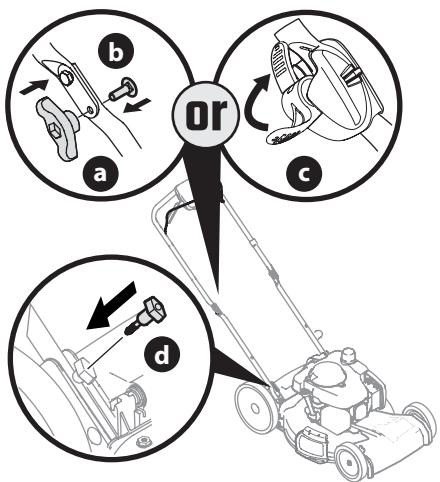

Figura 8
- Vuelva a ajustar las perillas o las tuercas de aletas (a) y los pernos de carro (b) que se extrajeron en el PASO 2 en los orificios inferiores de la manija o trabe las palancas de liberación de la manija EZ-fold (c) (Figura 8).
- Con los pernos T (d) que se extrajeron en el PASO 2, asegure la manija inferior a los soportes de la manija (Figura 8) y ajuste bien para asegurar la manija en su lugar.